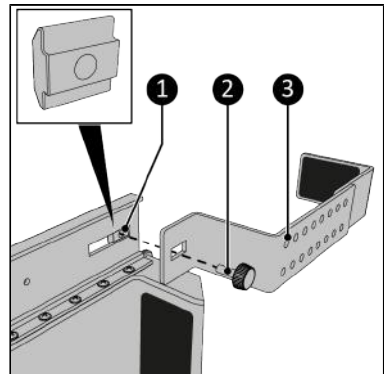

Abbildung 123.
7. Schrauben Sie die Halterung (Abbildung 123, Pos. 3) mit der Knopfschraube (Abbildung 123, Pos. 2) an der Hauptschiene in der vorderen Position fest. Stellen Sie sicher, dass Sie die Knopfschraube mit der Gleitmutter verbinden (Abbildung 123, Pos. 1).